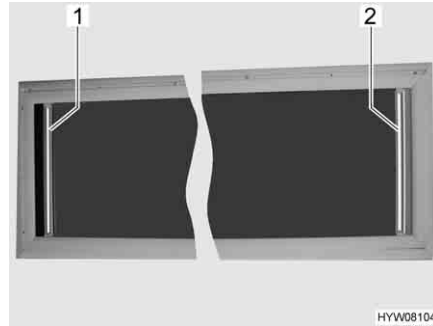

Fig. 84 Fenêtre projetante dans le toit
- Saisir le dispositif occultant plissé (Fig. 84,2) par le centre de la barre-pognée, tirer vers l'extérieur, et lâcher à la position désirée. Le dispositif occultant plissé reste alors à cette position.
- Saisir le dispositif occultant plissé (Fig. 84,2) par le centre de la barre-pognée et pousser lentement jusqu'en position initiale.
- Saisir la moustiquaire par le centre de la barre-pognée (Fig. 84,1), tirer vers l'extérieur, et lâcher à la position désirée. La moustiquaire reste alors à cette position.